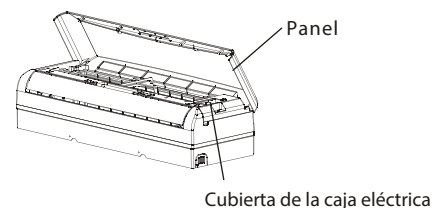

Fig.21
3. Levante el panel de la evaporadora, retire la cubierta de la caja eléctrica aflojando los tornillos como se muestra en la Fig. 21.